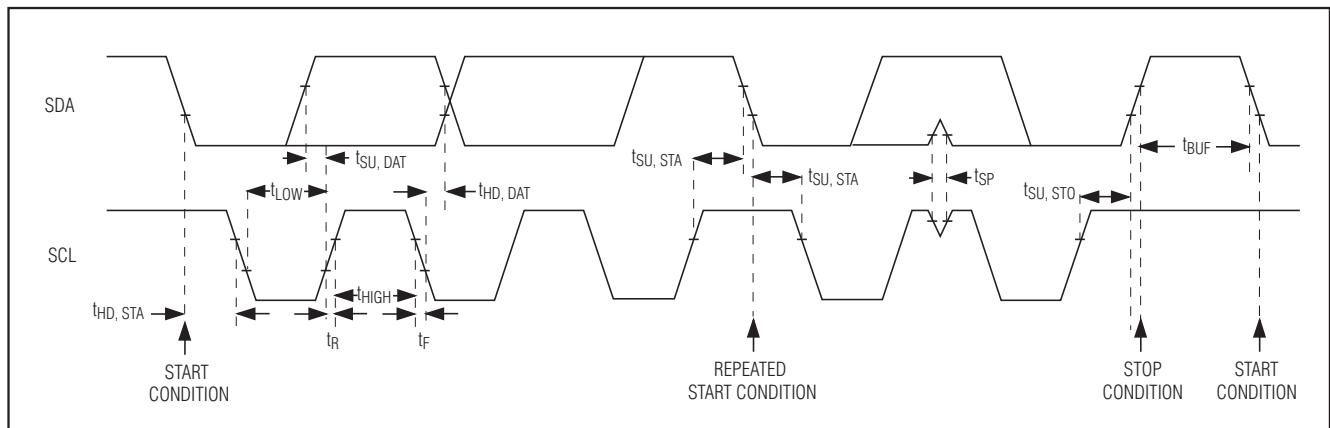

图6. I²C串行接口时序示意图
MAX9598具有一个I²C/SMBusTM兼容的2线串行接口，包括一条串行数据线(SDA)和一条串行时钟线(SCL)。SDA和SCL能够支持MAX9598与主控制器之间以最高400kHz的时钟速率通信，图6所示为2线接口的时序图。主控制器在总线上产生SCL并启动数据传输。主机器件通过发送START (S)条件、相应的从地址(R/W位置0)、寄存器地址和随后的数据字，向MAX9598写数据。每个发送序列均由START和STOP (P)条件打包成帧。发送到MAX9598的每个